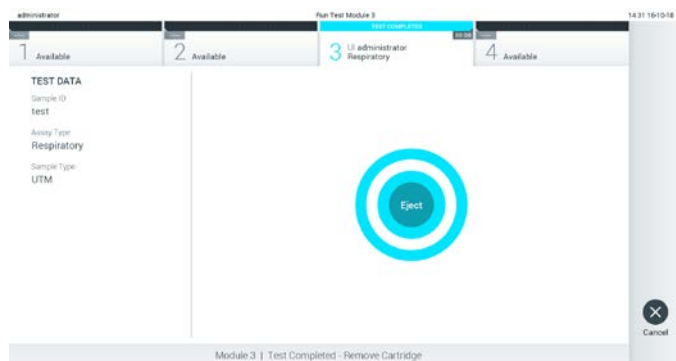

Рис. 29. Відображення екрана Eject (Вийняти)..
10. Після завершення тесту з'явиться екран **Eject** (Виймання) (рис. 29). Натисніть  **Eject** (Вийняти) на сенсорному екрані, щоб вийняти картридж для аналізу KBIАстат-ДКс (QIAstat-Dx) і утилізувати його як біологічно небезпечні відходи згідно з усіма національними, державними та місцевими нормами й законами щодо техніки безпеки й охорони здоров'я.